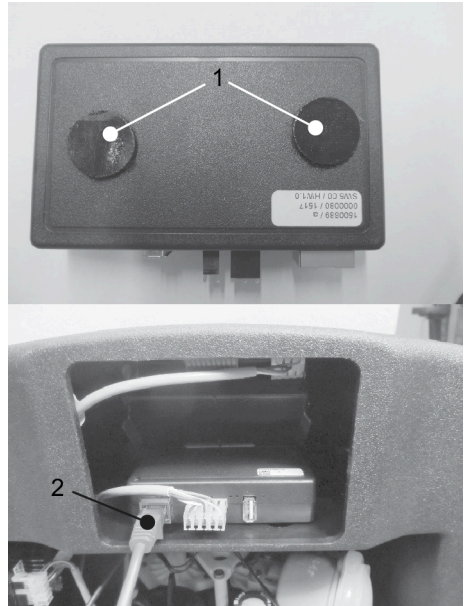

Abb. 2: SOFTwell K: Befestigung mit Klett-Klebe pads / Einbaulage
Für SOFTWELL K (siehe Abbildung 2):
- LAN-Kabel in die LAN-Steckdose des Connectivity-Moduls einstecken (SOFTWELL P / S und i-soft 5 TGA siehe Einsetzen für SOFTWELL P / S und i-soft 5 TGA / SOFTWELL K siehe Abbildung 2).